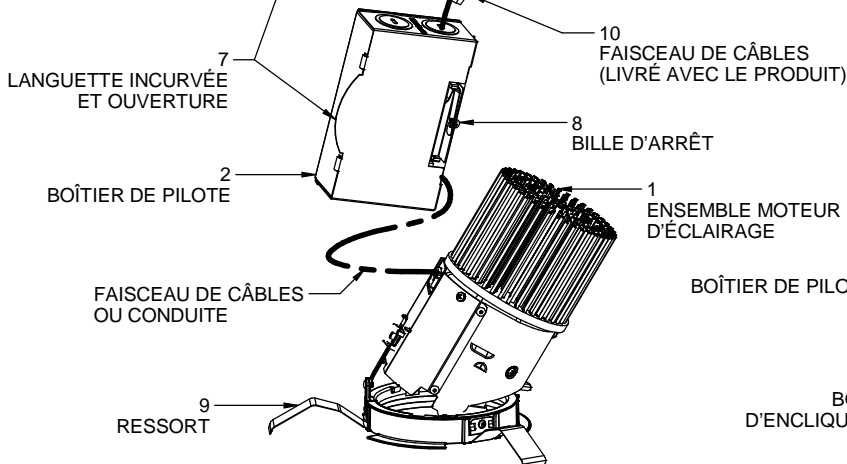

FIG 3.2
1. Tirer le faisceau de câbles (10) à travers le logement (3)/la découpe de plafond (4), puis ouvrir le couvercle (6) du boîtier de pilote. Appuyer sur le bouton d'encliquetage (5) et ouvrir le couvercle (6). **FIG 3.2** Retirer l'opercule défonçable ( $\varnothing$  0,875) qui convient et poser le connecteur qui convient pour le câble d'alimentation utilisé. Raccorder les fils de terre aux conducteurs de mise à la terre verts. Raccorder le fil blanc (commun) au(x) conducteur(s) blanc(s). Raccorder l'alimentation électrique (phase) au(x) conducteur(s) noir(s) et assembler le serre-câble (10). Enclencher fermement avec le boîtier de pilote (2). Fermer le couvercle (6) du boîtier de pilote et l'enclencher fermement avec le boîtier de pilote (2). **AVERTISSEMENT : NE PAS pincer les fils entre le couvercle du Driver/J-Box et le J-Box. Consulter un électricien qualifié pour toute autre option nécessitant une configuration de câblage différente.**